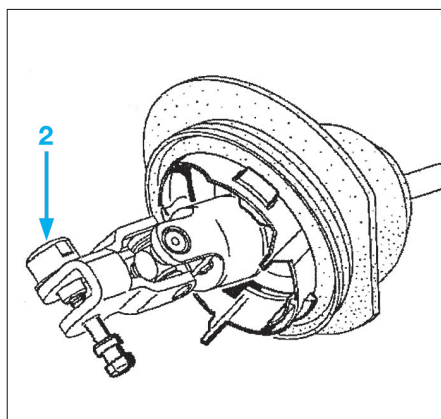

FIG. 5
La cloche (2) située sur l'écrou de chape n'est pas à remplacer lors du remontage (fig. 5).